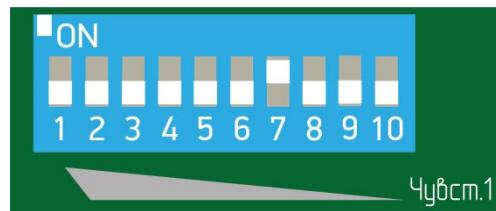

Рисунок 7.20
- при отсутствии тревожного извещения увеличить чувствительность, установив флагок 7 переключателя регулировки чувствительности в положение «ON» (верхнее положение), все остальные флагки в нижнее положение (рисунок 7.20) и повторить попытки несанкционированного проникновения через заграждение по выше указанной методике.